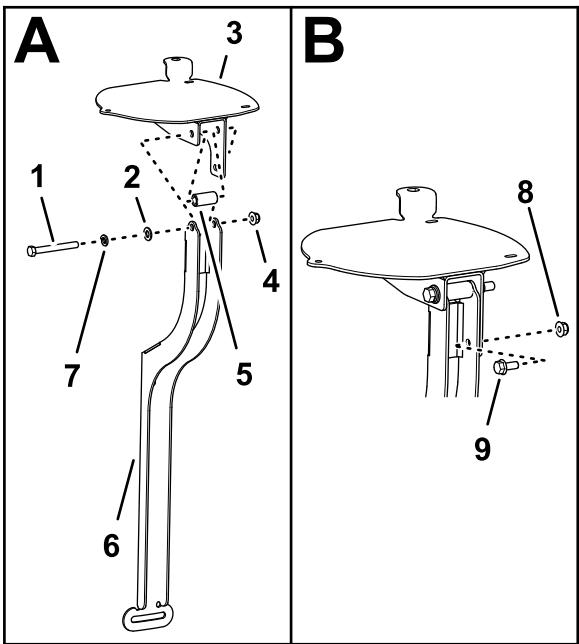

Рисунок 153
- Совместите отверстия в пластине навигационного приемника, проставке (3/8 x 1 дюйм) и креплении приемника (Рисунок 153).
- Установите пластину приемника и проставку на крепление с помощью болта (3/8 x 3-1/4 дюйма), стопорной шайбы (3/8 дюйма), шайбы (3/8 x 13/16 дюйма) и фланцевой контргайки (3/8 дюйма), как показано на Рисунок 153.
- Проденьте болт с фланцевой головкой (5/16 x 3/4 дюйма) через малое отверстие в креплении приемника и паз в пластине приемника и зафиксируйте его фланцевой контргайкой (5/16 дюйма) (Рисунок 153).